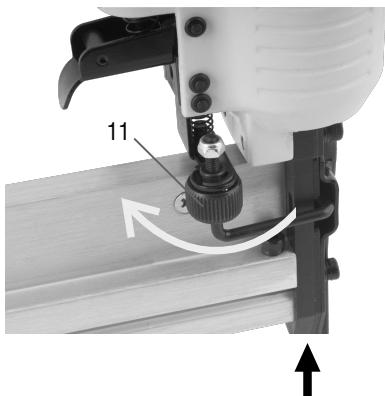

Fig. 8 – Aumentar a profundidade
- Para fazer com que o grampo/pino penetre mais na madeira, gire a manopla no sentido horário (Fig. 8);